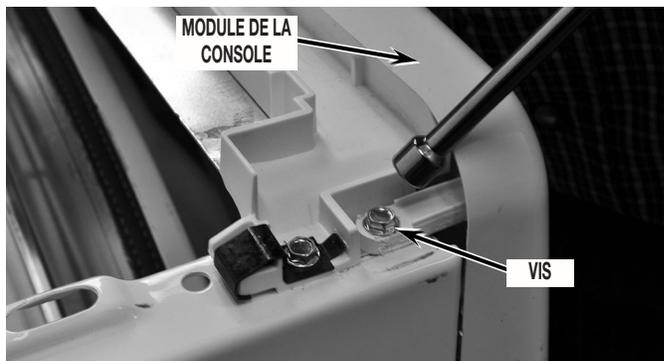

FIGURE 3
3. Ôter la console : ôter d'abord les deux (2) vis de fixation (une de chaque côté de la console) aux emplacements indiqués sur la Figure 3.